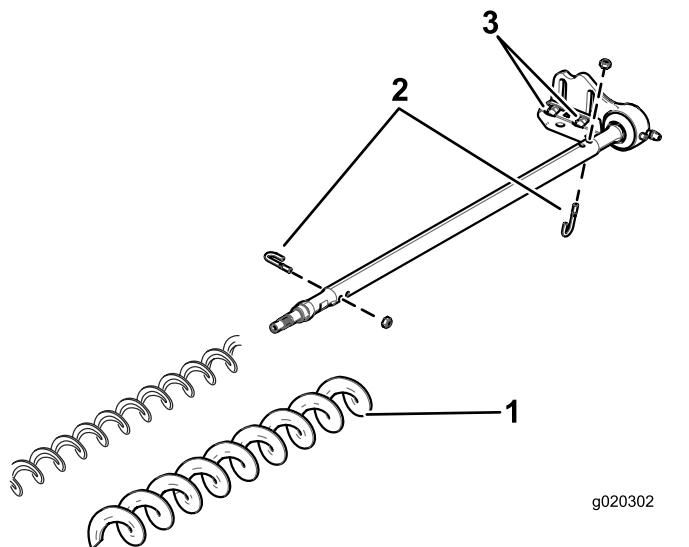

図 20
3. ボルトとナット各 2 を外す図 20。
4. ブラシシャフトについている既存のブラシを抜き取る図 20。
5. 駆動側ベアリングハウジングをベアリングハウジング取り付けブラケットに固定しているボルト各 2 本とワッシャおよびナットをゆるめる図 20。
6. グルーマシャフトに高刈りブラシブラシを通す図 20。
7. 先ほど外した J ボルトとナット各 2 を使って、ブラシをシャフトに固定する図 20。